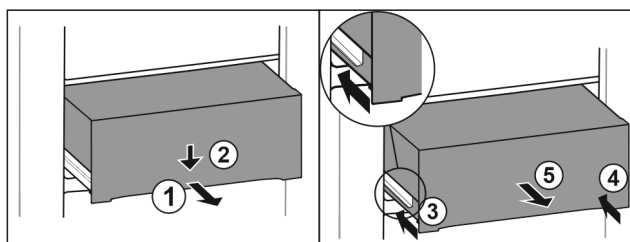

Fig. 154
- Vytiahnite zásuvku do polovice. Fig. 154 (1)
- Zatlačte zásuvku na prednej strane smerom nadol. Fig. 154 (2)
- Zasuňte ľavú koľajničku o cca 2 cm. Fig. 154 (3)
- Zasuňte pravú koľajničku o cca 2 cm. Fig. 154 (4)
- Odoberte zásuvku dopredu. Fig. 154 (5)